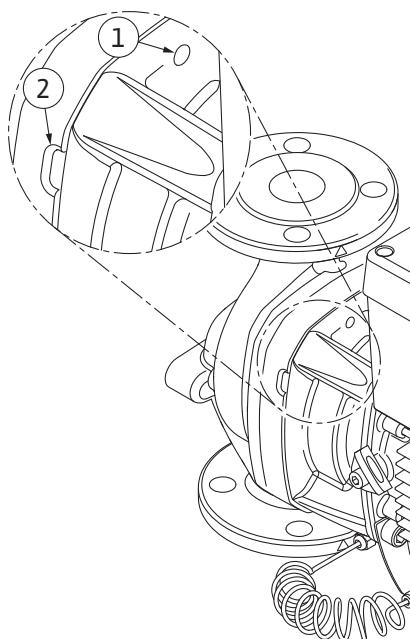

Fig. 104: Taladros roscados y ranuras para expulsar el juego de introducción de la carcasa de la bomba
12. Para el modelo de bomba (Fig. I y Fig. II), use los dos taladros roscados M10 (véase la Fig. 104) y los tornillos adecuados a cargo del propietario (p. ej., M10 x 20 mm). Para su expulsión se pueden usar adicionalmente las ranuras (Fig. 104, Pos. 2). Use para ello, p. ej., 2 destornilladores a modo de palanca. Tras un primer movimiento de expulsión de aprox. 0,59 pulgadas (15 mm), el juego de introducción se libera de la carcasa de la bomba.